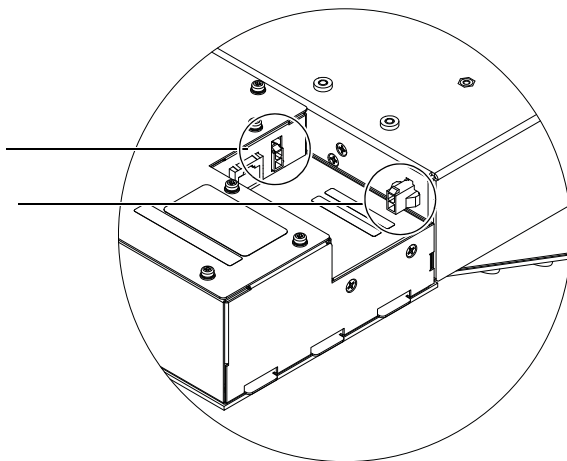

図 33. 両方の DC 電源ケーブルをマスター・モジュールにつなぐ
- 1 マスター・モジュールをシャーシより上まで持ち上げた状態で、ケーブル・ハーネスに含まれる2ピン Molex ケーブル2本を、モジュールの側面にある2つの DC 入力に、それぞれ1本ずつつなぎます（図 33 を参照）。